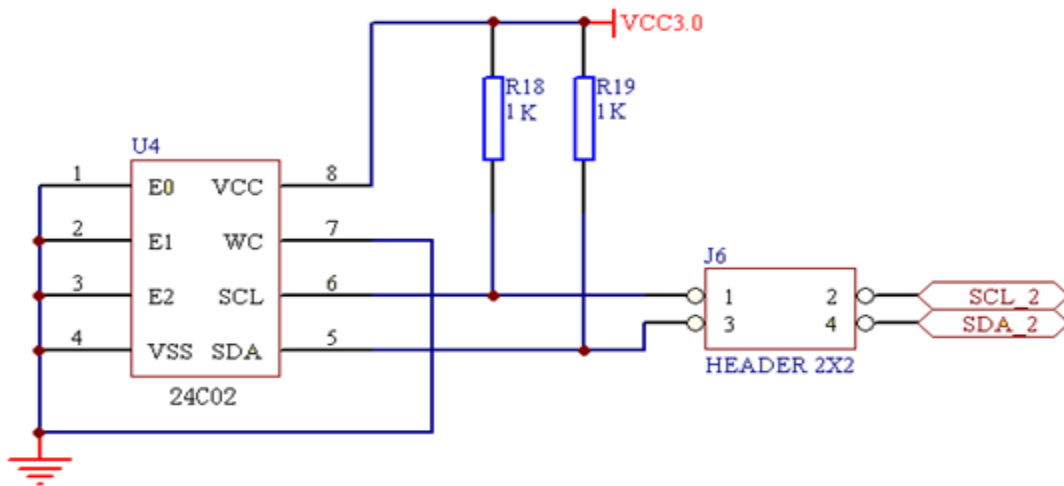

图 1-2-9 24C02接口电路图
- STM32F103VB具有2路均支持400KHz高速通信模式的硬件I2C电路接口。在开发板上使用一片具有I2C接口的EEPROM存储器芯片24C02，可以通过I2C接口实现数据的读写等操作。电路图如图1-2-9所示，24C02连接到STM32F103VB的I2C_2接口，使用跳线J6与系统相接。只有到跳线帽短接时，I2C_2接口的连接到24C02芯片上，当断开时，I2C_2接口可以用作普通的IO口。